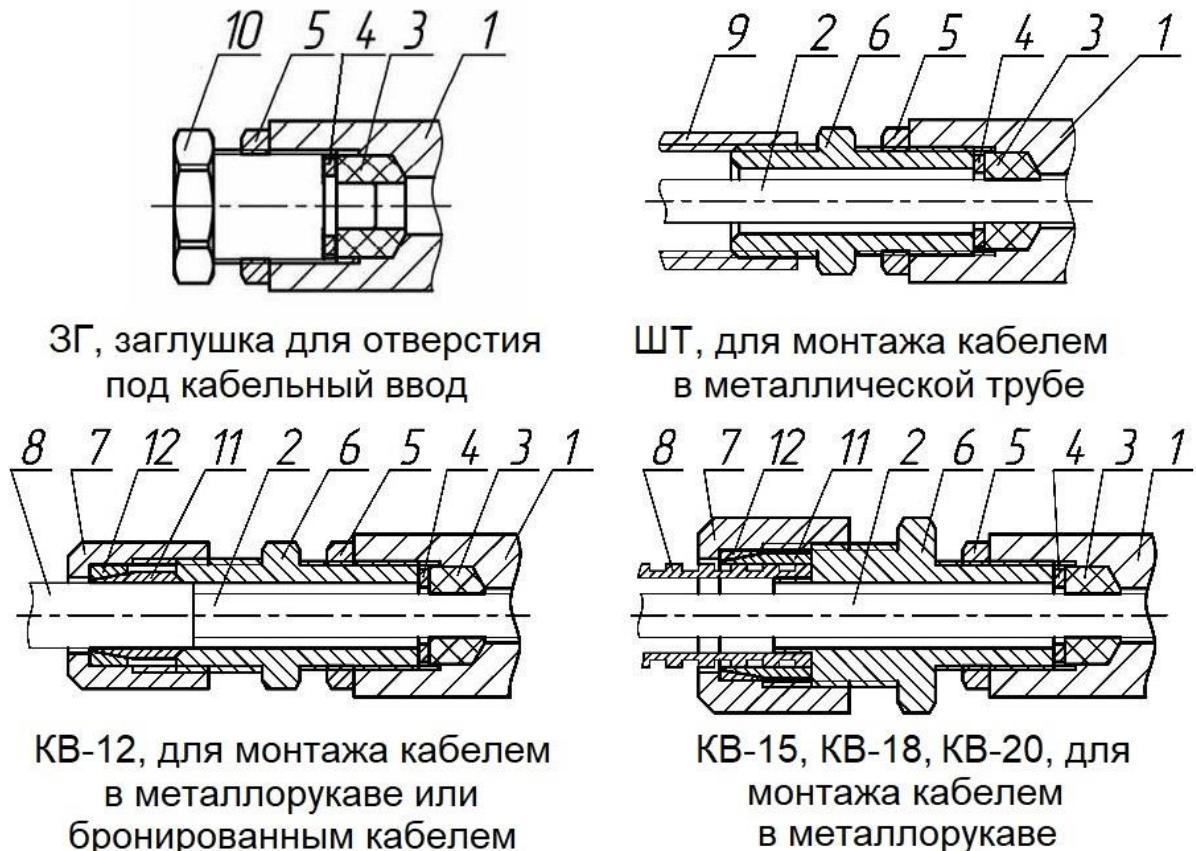

Рисунок 13 – Вводные устройства с одинарным уплотнением
3. **Кабельные вводы** (в комплект не входят, поциальному заказу) – вид кабельных вводов выбирается по таблице №4, рис. 13, 14.